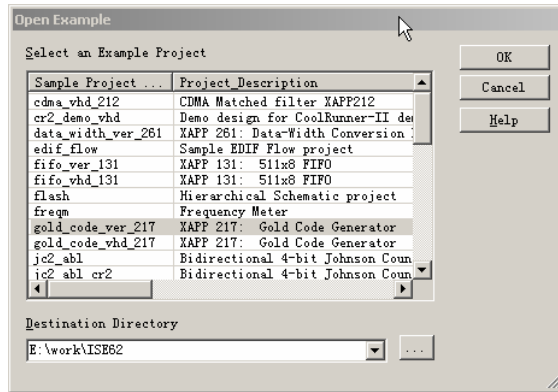

图3-2 【Open Project】对话框
2. 在 ISE 主窗口中选择【File】/【Open Example】命令，弹出【Open Example】对话框，如图 3-2 所示，然后在【Select an Example Project】栏目中选择“gold_code_ver_217”，在【Destination Directory】中选择项目存放的目录，